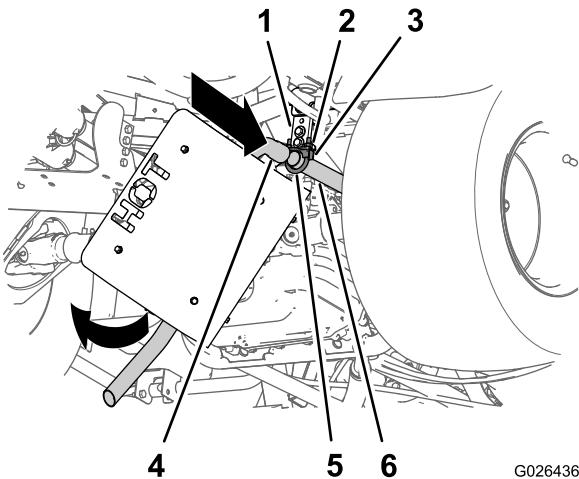
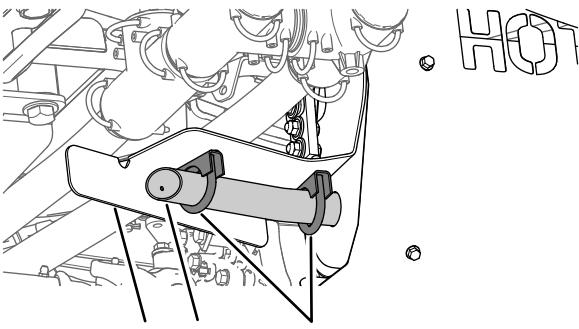

Figure 13
Figure 14
1. Alignez le tuyau d'entrée du silencieux sur l'extrémité ouverte du tuyau d'échappement (Figure 13).
3. Tournez le silencieux vers le haut jusqu'à ce que le tuyau arrière du silencieux soit aligné sur le support du tuyau arrière (Figure 13 et Figure 14).
4. Fixez le tuyau arrière à son support au moyen de 2 colliers de silencieux (1-1/4 po), comme montré à la Figure 14.
5. Serrez les écrous des colliers de silencieux sur le tuyau d'échappement et le tuyau d'entrée du silencieux (Figure 13), le tuyau arrière et son support (Figure 14), et le support de silencieux et le tube de support de réservoir (Figure 12) à un couple de 1 978 à 2 542 N·cm.